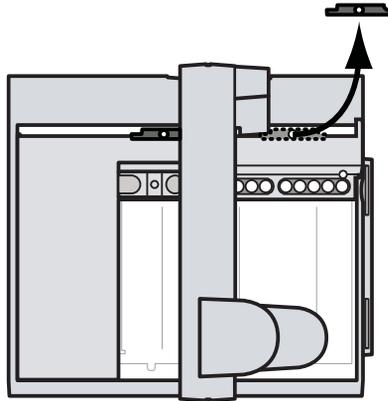

Abb. 6 Entfernen der zwei Teile der Plastiktransportklammer
- 3 Entfernen Sie die zwei Teile der Plastiktransportklammer vom Probenhalter und entsorgen Sie sie (Abb. 6)